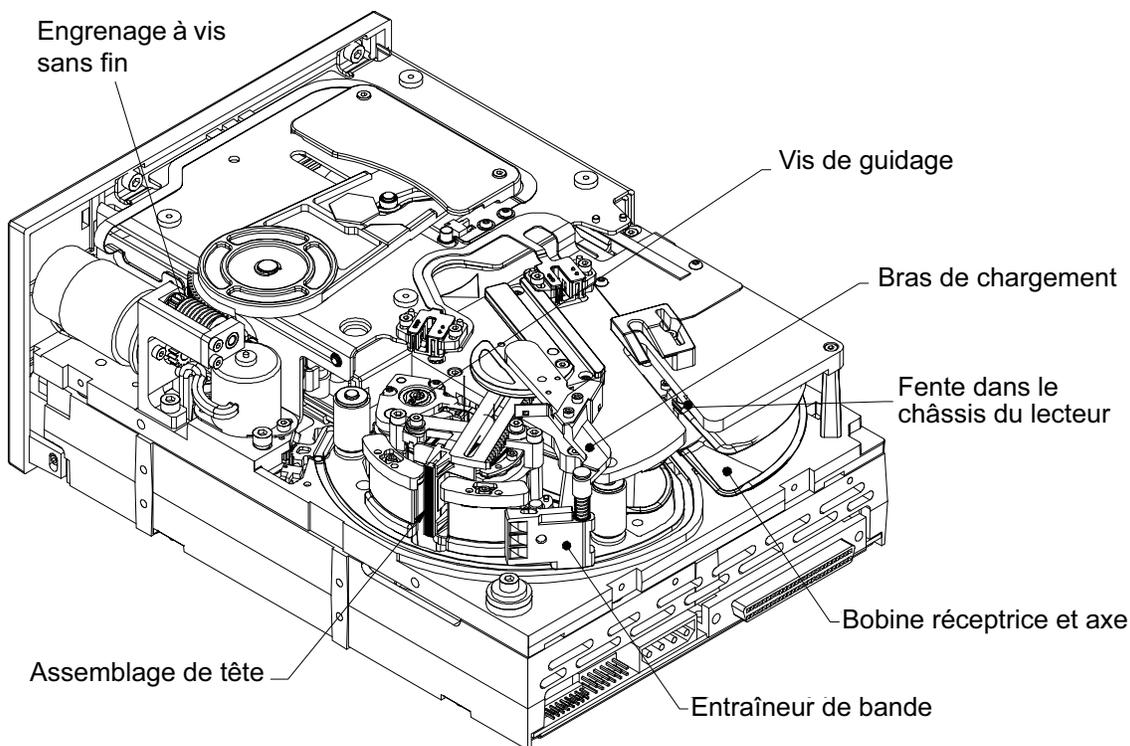

Figure 23. Composants principaux des lecteurs LTO-1 et LTO-2
Si la cartouche est chargée et insérée et que la bande passe entièrement ou partiellement dans le lecteur, suivez les étapes ci-après. Pour suivre ces étapes, il vous faudra un petit tournevis à bout plat et une clé à tête hexagonale. La figure 23, page 84 présente les composants principaux du mécanisme du lecteur mentionnés dans la procédure suivante.
6. Faites pivoter l'axe pour aligner la fente de l'axe sur la fente du châssis du lecteur (consultez la figure 23, page 84).